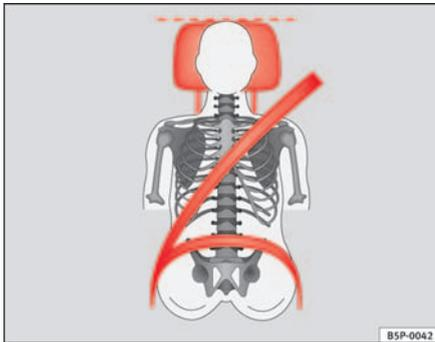
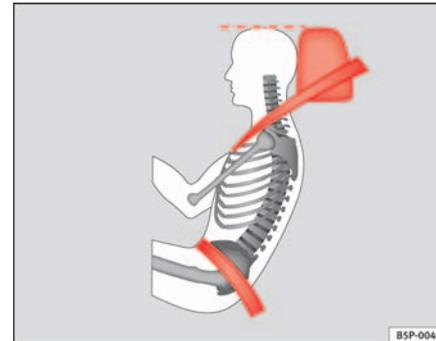

Abb. 91 Von vorne betrachtet: richtig eingestellte Kopfstütze und korrekter Gurtbandverlauf
Abb. 92 Von der Seite betrachtet: richtig eingestellte Kopfstütze und korrekter Gurtbandverlauf
- Stellen Sie die Kopfstützen so ein, dass sich die Oberkante der Kopfstütze möglichst auf einer Linie mit dem oberen Teil Ihres Kopfes, bzw. mindestens auf Augenhöhe befindet ⇒ Abb. 91 und ⇒ Abb. 92